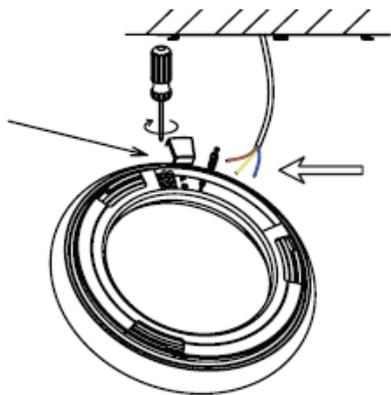

Рис.1
1.2. Подключите провода питающей сети к клеммной колодке согласно маркировке. (Рис. 1)